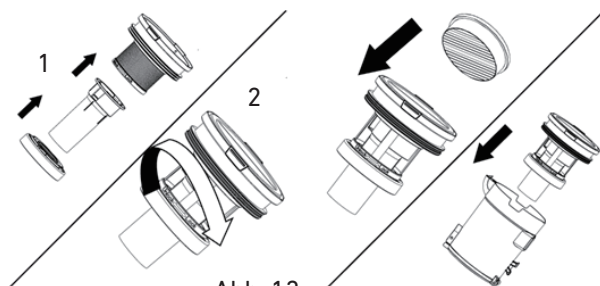
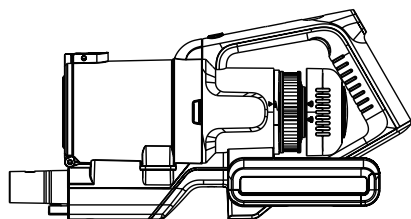

Abb. 13
Abb. 14
6. Um den Nachmotorfilter zu reinigen oder auszutauschen, drehst du die Abdeckung entgegen dem Uhrzeigersinn und hebst sie ab. (Abb. 13) Entferne den Filter (Abb. 14) und wasche und trockne ihn gemäß Schritt 4.